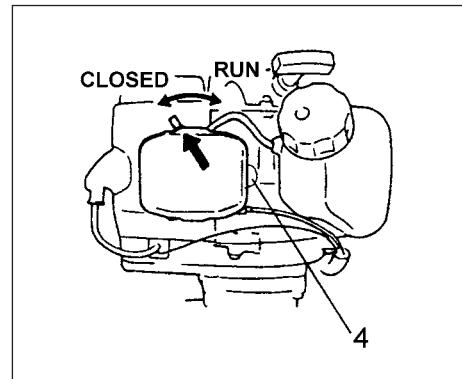

Рис. 2-3
* Несколько раз нажать на заливочный баллон (4), чтобы топливо потекло через баллон или обратную трубку. (При наличии подобного оснащения) (Рис. 2-3)
3. Установить рычаг заслонки в положение CLOSED (ЗАКРЫТО). (Рис. 2-3)
5. Если Вы услышите, что двигатель начинает заводиться, верните рычаг заслонки в положение RUN (РАБОТА) (открыто). Затем снова быстро потяните возвратный стартер. (Рис. 2-3)